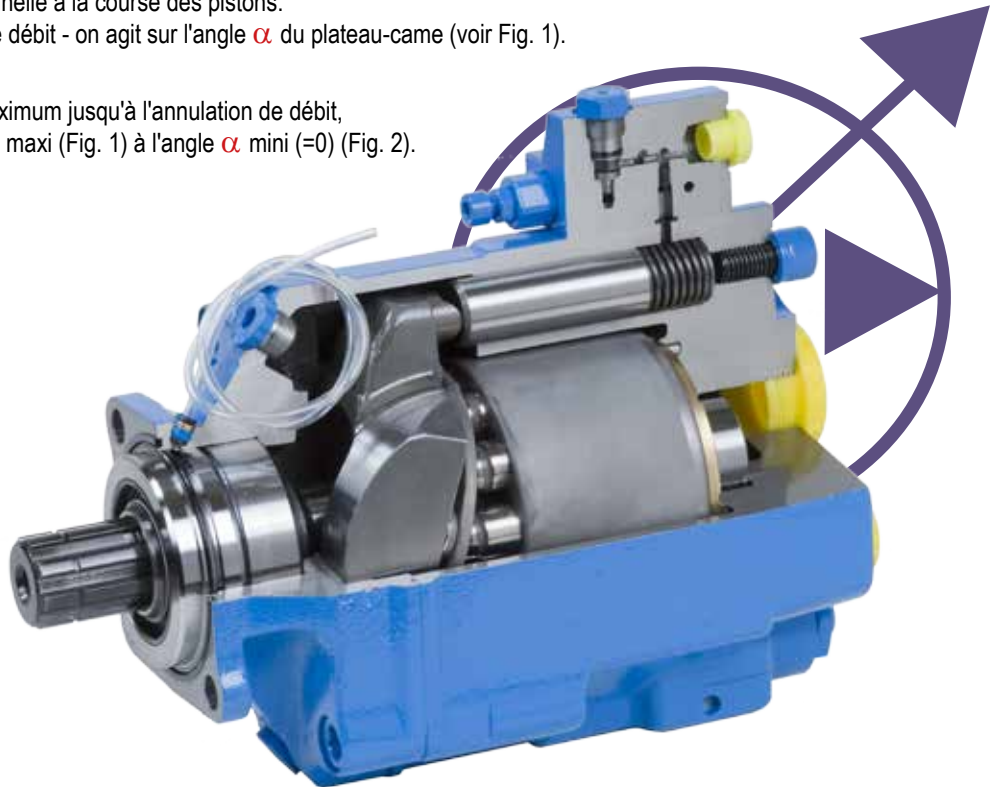

Figure 1 - Cylindrée maxi
- ▶ La cylindrée de la pompe est proportionnelle à la course des pistons. Pour faire varier la cylindrée - et donc le débit - on agit sur l'angle  $\alpha$  du plateau-came (voir Fig. 1).
- ▶ Pour faire varier la cylindrée de son maximum jusqu'à l'annulation de débit, le plateau-came est incliné de l'angle  $\alpha$  maxi (Fig. 1) à l'angle  $\alpha$  mini (=0) (Fig. 2).